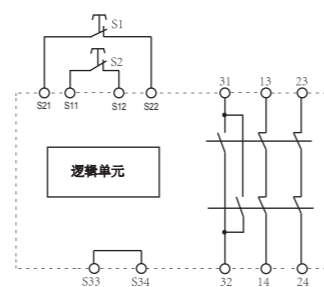

图2 输入回路闭合
- ◆输入回路闭合（例如：双手按钮按下）见图2：继电器K1和K2吸合并保持，状态指示灯“CH1”和“CH2”点亮，安全触点（13-14/23-24）闭合, 辅助触点（31-32）断开。